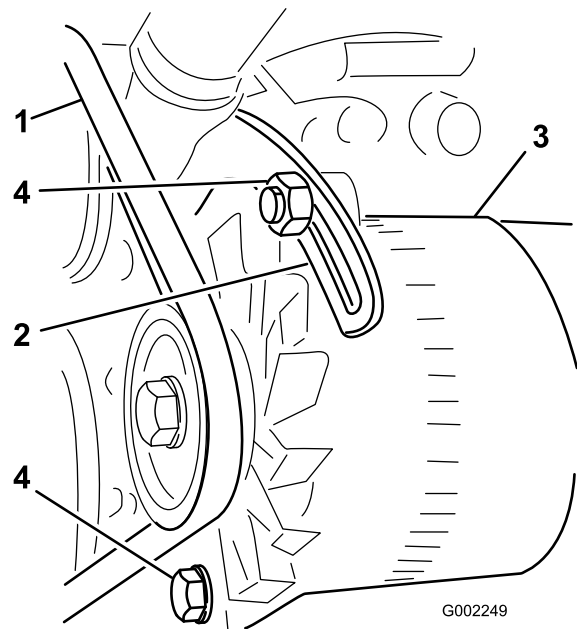

Figura 74
3. Afloje los pernos que fijan el tirante al motor y el perno que fija el alternador al tirante (Figura 74).